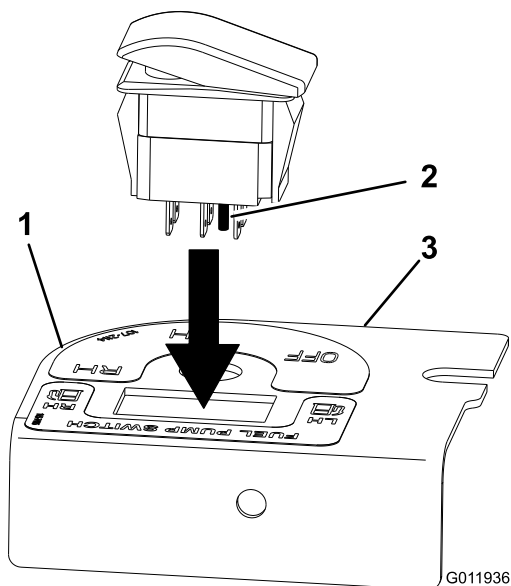

Figura 6
16. Instale el interruptor en el soporte, con la clavija de posicionamiento en el lado izquierdo de la unidad (Figura 6).